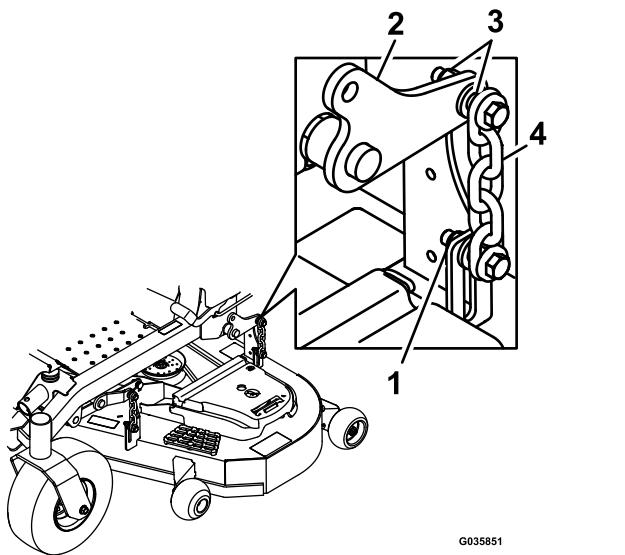

Figura 80
13. Desaperte as porcas de bloqueio nos 4 cantos de forma que a plataforma assente de forma segura nos quatro calços (Figura 80).